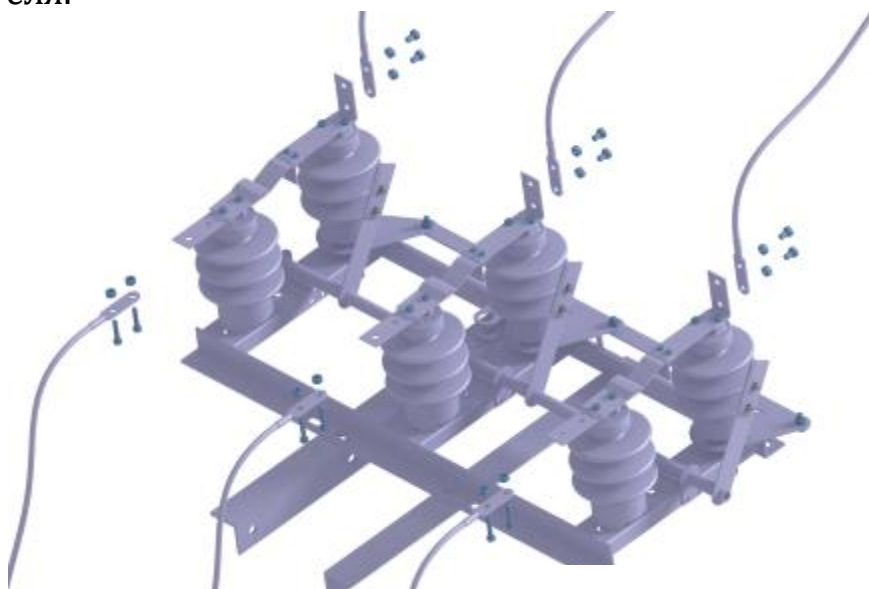

Рис. 3
3.1. Первоначально необходимо произвести демонтаж провода с группы подвижных и неподвижных контактов (Рис.3) разъединителя РЛНД-10. Для этого необходимо разболтить соединение аппаратного зажима и контактный вывод разъединителя.